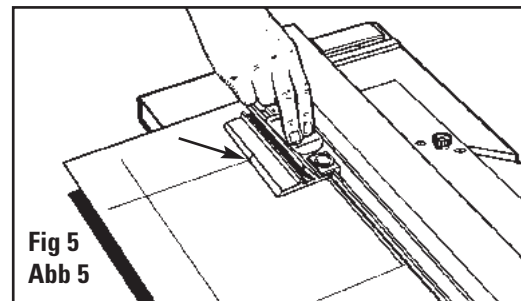

Fig 5
Allentare la vite di fermo situata sul lato posteriore della testa di taglio finché non sia a livello con la superficie della base. Ciò consente al portalama di inclinarsi all'indietro fino in fondo per sostituire la lama. Far scorrere fino in fondo una lama #270 sul retro del portalama come illustrato. (Fig. 5)
9. Relâcher le goujon anti-glissement et tirer la tête de découpe vers soi jusqu'à ce que le repère de début et de fin s'aligne avec la ligne tracée sur la feuille à passe-partout la plus proche de vous. NE PAS DÉPASSER PAS CETTE LIGNE! (**Fig. 5**)
9. Libere el Pasador Anti-Arrastre y tire del cabezal del corte hacia usted hasta que la línea Indicadora de Inicio y Parada se alinee con la línea en la lámina perimétrica más cercana a usted. ¡NO VAYA MÁS ALLÁ DE LA LÍNEA! (**Fig. 5**)
9. Lassen Sie die Anti-Rutschnadel los und ziehen Sie den Schneidkopf so lange auf sich zu, bis sich seine Start- & Stop-Markierung mit der unteren Hilfslinie trifft. SCHNEIDEN SIE NICHT ÜBER DIESE LINIE HINWEG. Abb. 5
9. Rilasciare il perno antiscivolo e tirare la testa di taglio verso di voi finché l'indicatore di inizio e di fine non si allinei con la linea sul cartoncino più vicina a voi. NON SUPERARE LA LINEA! (**Fig. 5**)